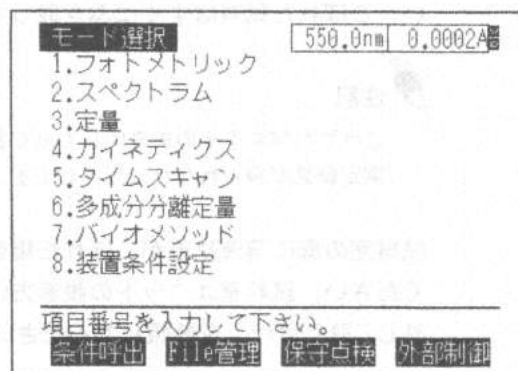

図 3.1
- 1 [モード選択] 画面 (図 3.1) で **F3** [保守点検] キーを押します。
- 3 **RETURN** キーを押すと、[モード選択] 画面 (図 3.1) に戻ります。